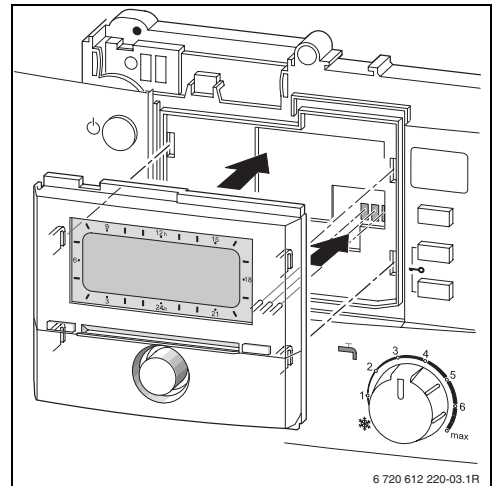

Fig. 6
- ▶ Odată cu montarea termostatului conectarea cu magistrala este automat produsă prin intermediul a trei contacte (→ Fig. 6 la pagina 11).